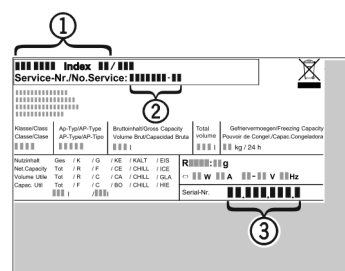

Fig. 12
- Gerätebezeichnung Fig. 12 (1), Service-Nr. Fig. 12 (2) und Serial-Nr. Fig. 12 (3) vom Typenschild ablesen. Das Typenschild befindet sich an der linken Geräteinnenseite.
- Den Kundendienst benachrichtigen und den Fehler, Gerätebezeichnung Fig. 12 (1), Service-Nr. Fig. 12 (2) und Serial-Nr. Fig. 12 (3) mitteilen.